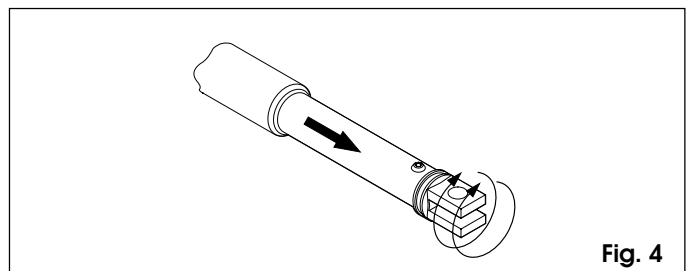

Fig. 4
- 4) Sortir complètement la tige jusqu'en butée (fig. 4).
- 6) Tourner de deux tours dans le sens des aiguilles d'une montre la tige de l'opérateur (fig. 4).